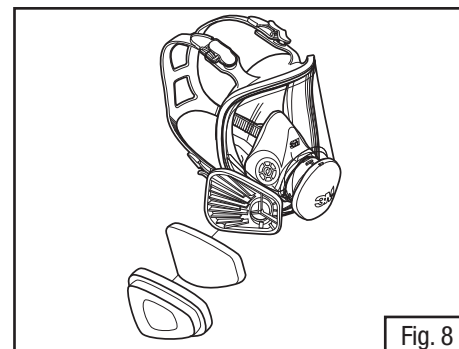

Fig. 8
3. Placer le filtre dans le dispositif de retenue 501 avec l'imprimé du filtre face à l'adaptateur 603. Encliqueter ensemble et s'assurer que le joint du filtre est exempt de creux ou de vides (Fig. 8).